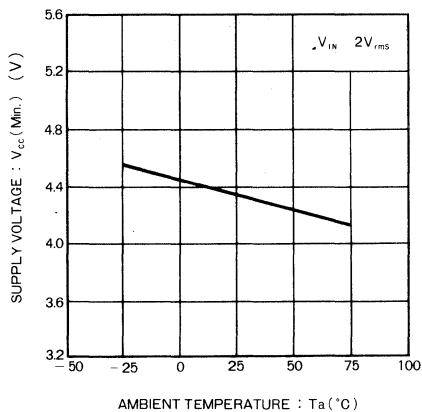

Fig.6 16 点目点灯限界電源電圧—周囲温度特性
- 2) 16 点目の電源電圧による点灯限界は, 温度により Fig.6 に示すような特性をもっていますので注意してください。